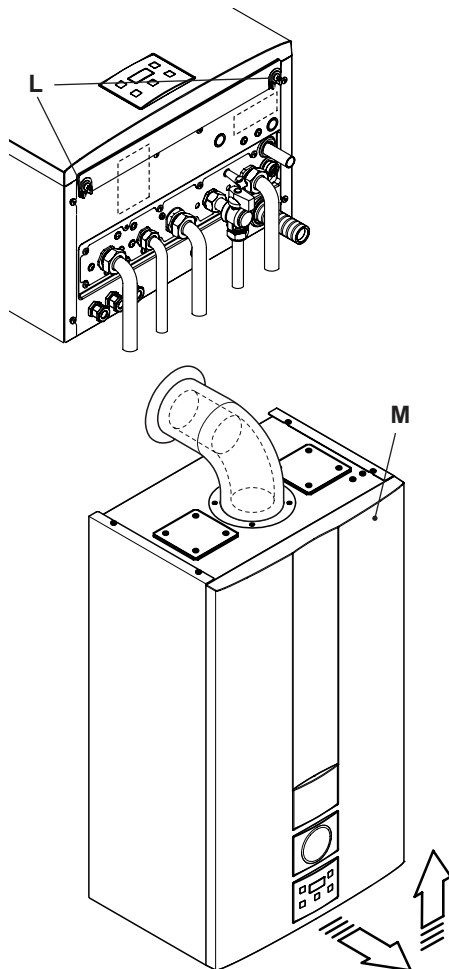

Figura 5.15
- Desenrosque los tornillos L y desmonte el panel frontal M tirando de él hacia usted y luego levantándolo para liberarlo de los alojamientos superiores Figura 5.15.